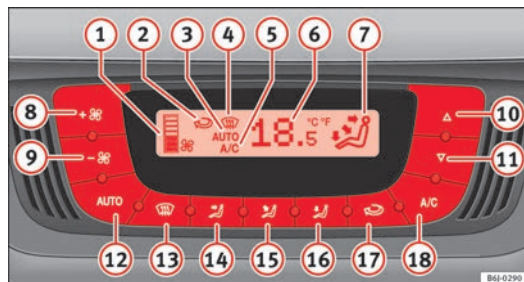

Abb. 96 In der Instrumententafel: Bedienelemente Climatronic
- Drücken Sie die Tasten und ⇒ Abb. 96, um die Temperatur einzustellen.
- ④ Defrost-Anzeige
- ⑤ Anzeige AC (Klimaanlage ist eingeschaltet)
- ⑥ Anzeige der gewählten Innenraumtemperatur
- ⑦ Anzeige der Luftstromrichtung
- ⑧ Erhöhung der Gebläseleistung
- ⑨ Verringerung der Gebläseleistung
- Drücken Sie die Taste . Die Anzeige → Abb. 96 ③ erscheint.
- Drücken Sie die Tasten ⑩ und ⑪ → Abb. 96, um die im Fahrzeuginnenraum gewünschte Temperatur einzustellen. Es wird empfohlen, eine Temperatur von 22 °C (72 °F) einzustellen.
- Drücken Sie eine der Tasten $\Rightarrow$ Abb. 96 $\textcircled{14}$ bis $\textcircled{16}$ oder drücken Sie den Gebläseregler $\textcircled{8}$ und $\textcircled{9}$. Die Anzeige $\textcircled{3}$ erlischt.
Das Gebläse kann mit den Tasten $\textcircled{8}$ und $\textcircled{9}$ eingestellt werden $\Rightarrow$ Abb. 96. Ist das Gebläse ausgeschaltet (am Display wird keine Gebläsestufe $\textcircled{1}$ angezeigt) und wird die Taste $\textcircled{9}$ innerhalb von 1 Sekunde erneut gedrückt, wird die Climatronic ausgeschaltet.
- Drücken Sie die Taste $\textcircled{U}$, um den Umluftbetrieb ein- oder auszuschalten. Der Umluftbetrieb ist eingeschaltet, wenn das Symbol $\textcircled{U}$ $\Rightarrow$ Abb. 96 im Display angezeigt wird.